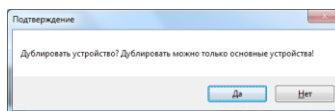

Рисунок 108
- Подтвердите дублирование в открывшемся окне (Рис. 108)